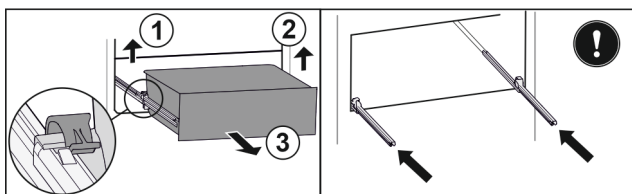

Fig. 223
- Ngrini lart kapësen e majtë dhe në të njëjtën kohë tërhiqni nga përpara sirtarin e majta. Fig. 223 (1)
- Ngrini lart kapësen e djathtë dhe në të njëjtën kohë tërhiqni nga përpara sirtarin nga e djathta. Fig. 223 (2)
- Hiqeni sirtarin nga përpara. Fig. 223 (3)